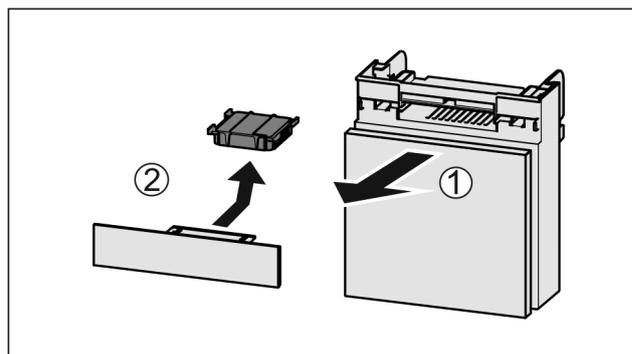

Fig. 69
- ▶ Extraire le compartiment par l'avant Fig. 69 (1).
- ▶ Sortir le filtre à charbon actif Fig. 69 (2).